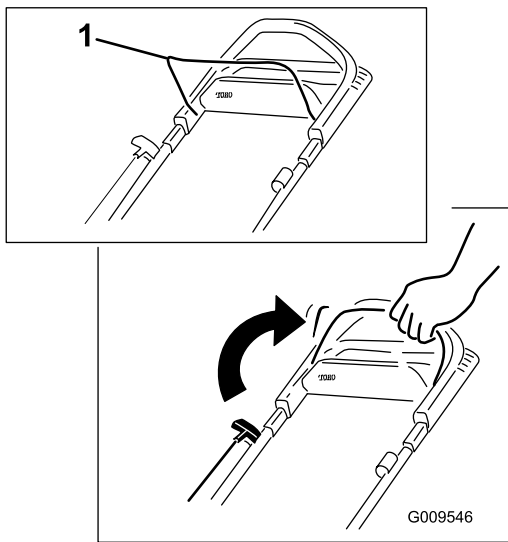

Bild 12
1. Drücken Sie den Schaltbügel gegen den Führungsholm und halten sie ihn gegen den Führungsholm gedrückt (Bild 12).